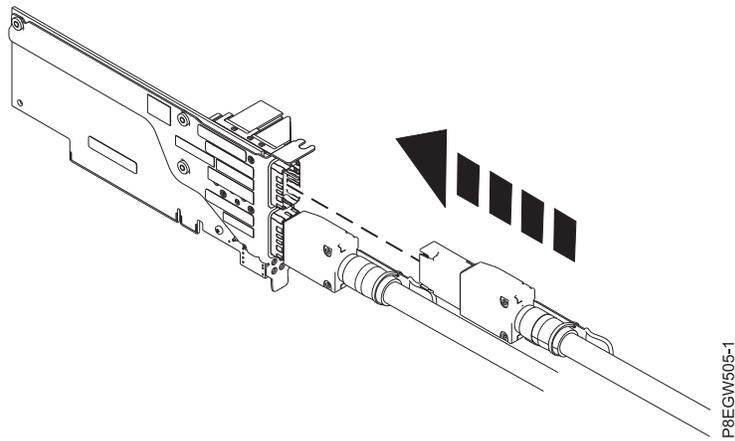

図 6. ホスト・システム上の PCIe3 ケーブル・アダプターでの拡張ドロワー・ケーブルの再取り付け
5. 6 ページの図 6 に示すように、ケーブルのプラグをホスト・システムの PCIe3 ケーブル・アダプター・ポートに差し、交換用の拡張ドロワー・ケーブルを接続します。
7. 図 6 に示すように、ケーブル・コネクタをEMX0 PCIe3 拡張ドロワーの入出力モジュール・ポートに差し込んで、拡張ドロワー・ケーブル (A) を接続します。